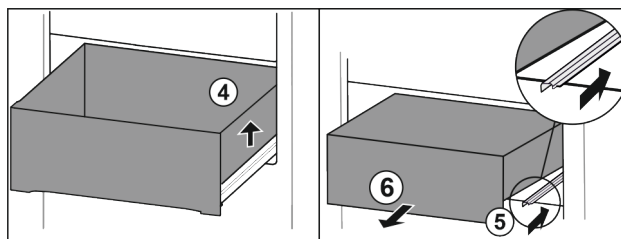

Fig. 15
- Soulever le tiroir sur la droite Fig. 15 (4).
- Rentrer le rail de droite Fig. 15 (5).
- Retirer le tiroir par l'avant Fig. 15 (6).